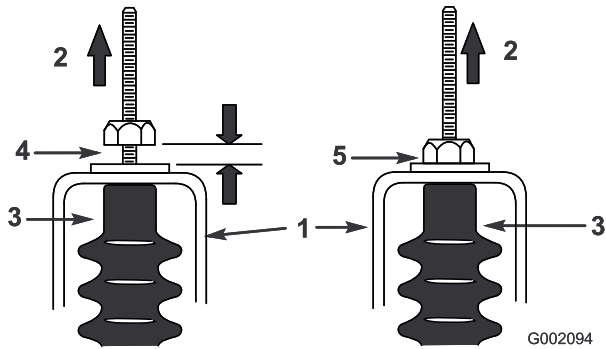

図 36
5. それぞれのシフト・ケーブルを引っ張って、ナット/ワッシャとニュートラル・ブラケットとの間に0.07-0.15 mm のすきまがあることを確認する（図 36）。すきまがない場